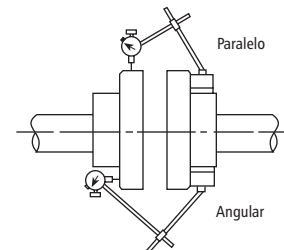

Figura 7
- Se **DEBE** controlar la alineación antes de operar la bomba. Observe la figura 7.